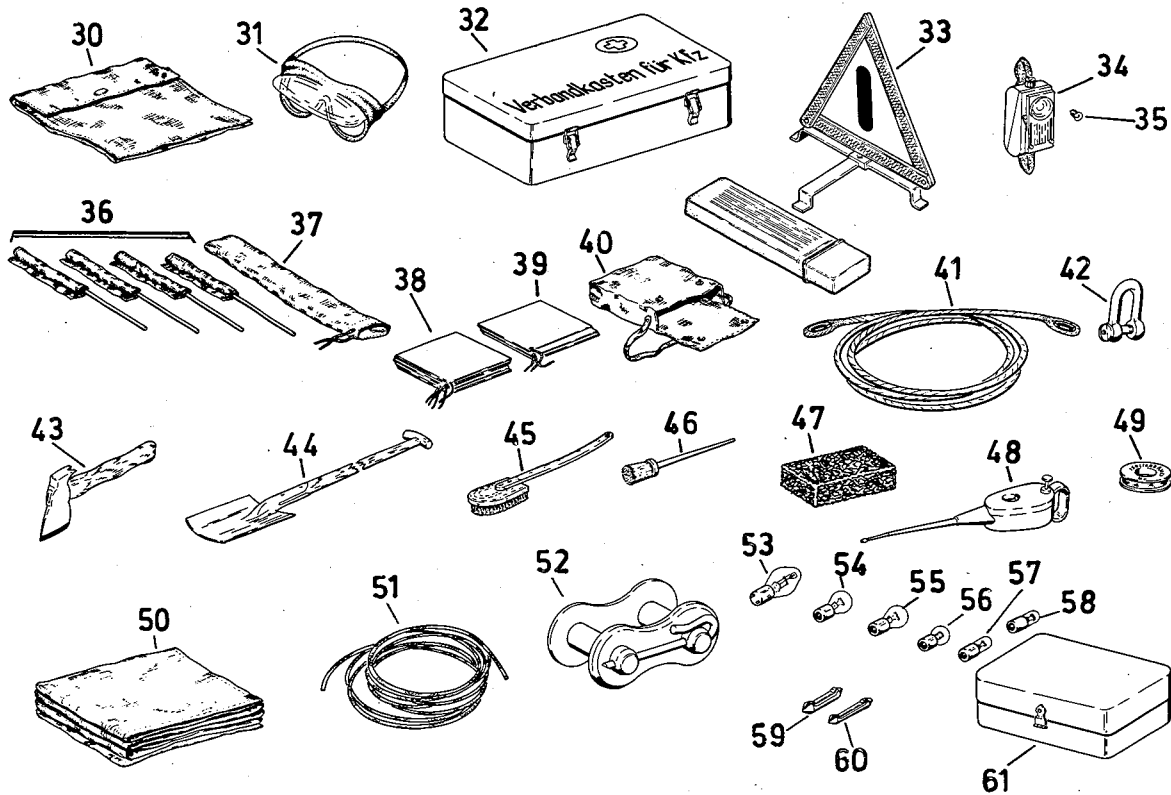

Bild 54 Ausstattung
1.4.2. Ausstattung (siehe Bild 54)